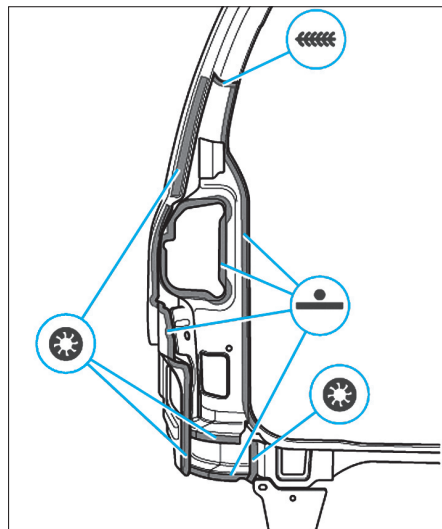

FIG. 54
- Souder la zone d'accostage en bord à bord, en cordon continu sous gaz de protection (Fig.54).